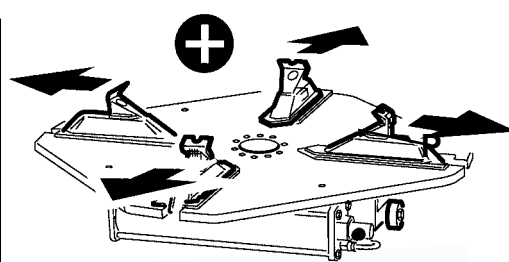

Рис. 2
- Поместите колесо на резиновый упор, расположенный на правой стороне шиномонтажного станда (6) (Рис. 2)
- Приблизьте лопатку устройства отжима борта (7) к борту шины, сохраняя минимальную дистанцию от борта диска. Используйте протекторы для лопатки устройства отжима борта шины для защиты легкосплавных дисков. Уделяйте внимание положению лопатки, которая должна действовать на шину, а не на диск. (Рис. 2)
- Нажмите на педаль (4), чтобы включить устройство отжима борта. Отпустите ее, когда лопатка достигнет конца своего движения или, пока шина не будет полностью отделена от обода колеса.
- При отпускании педали (4) автоматически начинает работу устройство **PO SYSTEM** (патент), предотвращает зажатие лопатки устройства отжима борта между диском и шиной, выталкивая лопатку из колеса, всякий раз, когда она застревает в нем. Это позволяет сохранить время и усилия оператора, связанный с ручной работой.
Перед креплением колеса необходимо проверить регулировку поворотного стола и размеры колеса. Поворотный стол шиномонтажного стенда предварительно настроен производителем на средний диапазон размеров диска от 10" до 20" **внеш.** (внешняя блокировка диска) и от 12" до 22" **внутр.** (если диск крепится с внутренней стороны). Регулирование (Рис. 3) можно выполнить с помощью вращения двух круглых ручек, которые расположены под поворотным столом между двумя пневмоцилиндрами (Рис. 1-2). Для увеличения диаметра крепления колеса необходимо вращать круглую ручку вправо (+) в соответствии с указаниями на наклейках (Рис.4). Приведите в соответствие штифт цилиндров Р (Рис. 2) с количеством дюймов для увеличения. Например: поворачивайте круглую ручку пока штифт не совпадет с отметкой 1, произойдет увеличение на 1 дюйм и т.д. (Рис. 5). Если изменения производятся с обеих сторон, то значение суммируется (например : 2" + 1"= 3" увеличение). Начиная с базового значения 20", можно достигнуть максимума 24" (внешняя блокировка диска) или 26" (если диск крепится с внутренней стороны).